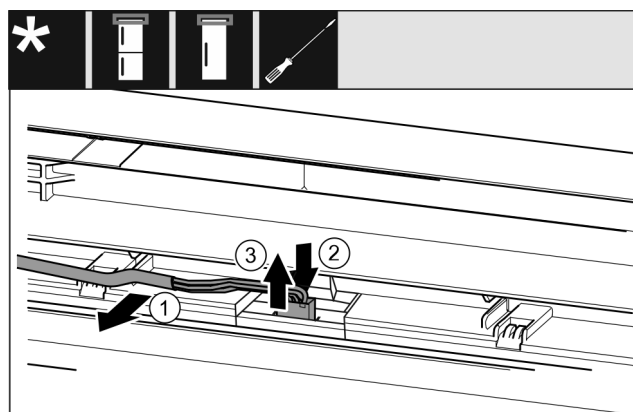

Fig. 22 Комбинация из холодильных и морозильных агрегатов / морозильные агрегаты / холодильные агрегаты*
- ▶ Осторожно высвободите кабель Fig. 22 (1) из направляющей в двери.*
- ▶ Вдавите назад накладку Fig. 22 (2) за штекером.*
- ▶ Осторожно вытяните штекер Fig. 22 (3) вверх.*